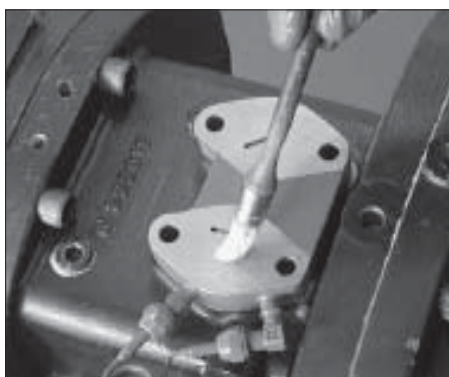

fig.9
- o) with the brush, lubricate suitably both the contact surface of the solenoid valves and the corresponding surface of the plate (fig.9 and fig.10)
- o) utilizzando il pennello, lubrificare adeguatamente sia la superficie di contatto delle valvole elettromagnetiche che le corrispondenti superfici della piastra del kit (fig.9 e fig.10)